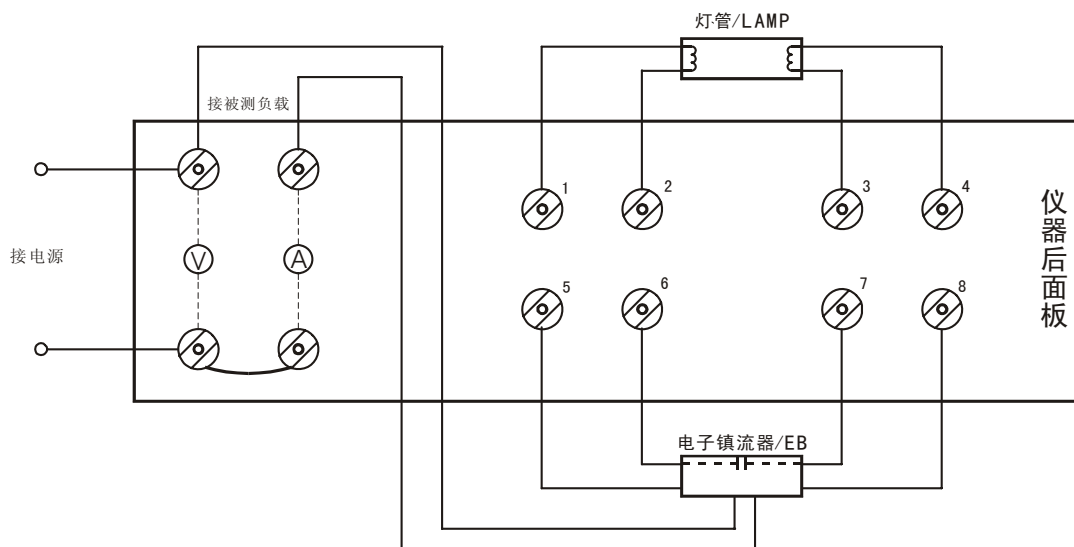

图 7 单灯电子镇流器的接线图
单灯电子镇流器的接线见如图 7:
- 2、输入输出全性能测试：需要把电子镇流器和灯管分开，接线方式参考如图 7 所示。